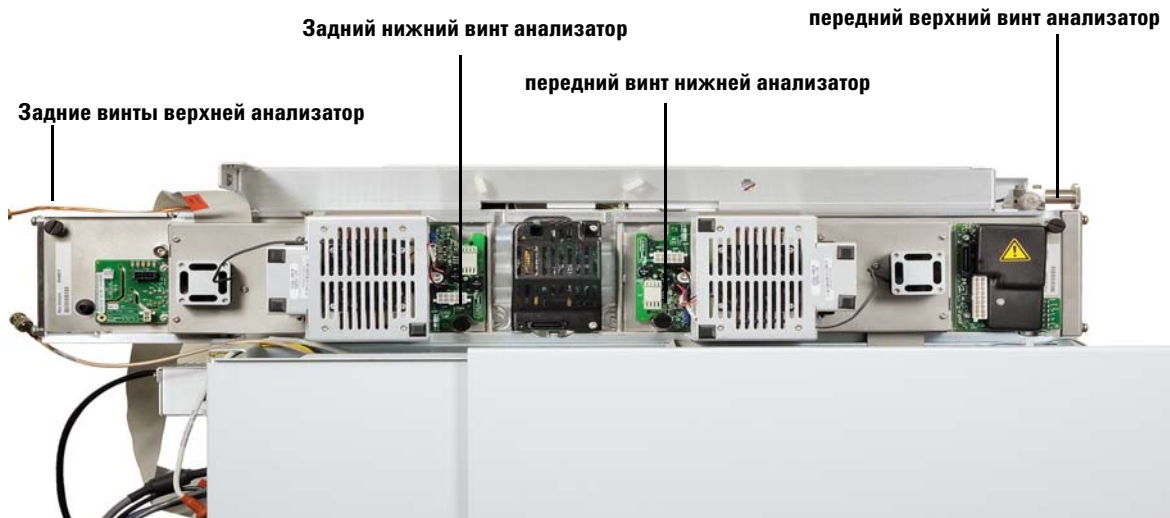

Рис. 15 Винты с накаткой на боковых пластинах
- 7 Затяните рукой винты с накаткой боковой пластины на обоих анализаторах. (См. **Рис. 15.**)